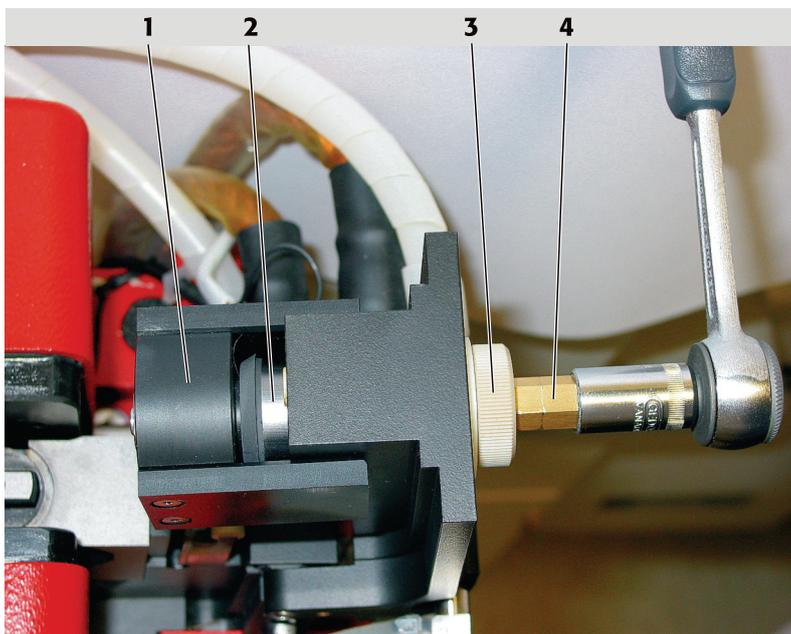

Fig. 56 Electrode avec outil s'insertion contre la mâchoire
2. Visser l'écrou à bride (3, Fig. 56) des outils d'insertion jusqu'à la butée dans la mâchoire du four.